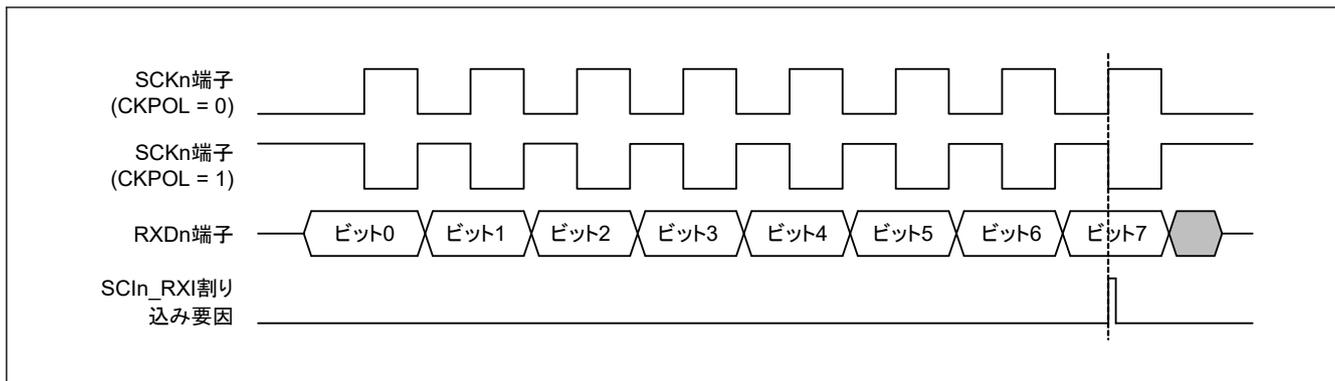

図 26.105 簡易 SPI モードにおける SCI_n_RXI 割り込みの発生タイミング (クロック遅れあり)
- クロック遅れあり (SPMR.CKPH ビット = 1) では、図 26.105 に示すように、SCK_n 端子の最終クロックエッジ手前のクロックエッジで受信データフル割り込み (SCI_{In}_RXI) が発生します。SCR レジスタの TE ビットと RE ビットを SCK_n 端子の最終クロックエッジより前に 0 にすると、SCK_n 端子出力がハイインピーダンスとなり、送受信クロックの最後のクロックパルス幅が短くなります。また、SCI_{In}_RXI 割り込みの発生によって、SCK_n 端子の最終クロックエッジより前に接続先スレーブの SS_n 端子入力信号が High になった場合、スレーブが誤動作する可能性があります。